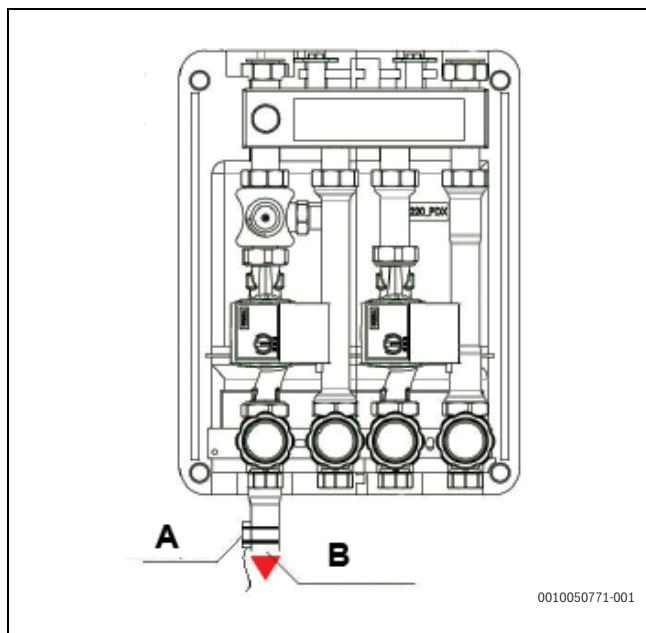

Fig. 415 Posicione a sonda de temperatura Tw2
Posicione a sonda de temperatura Tw2 (presente no kit) T1BX - T1B30X (fornecido separadamente), no tubo de admissão da zona de baixa temperatura (→ Fig. 415) utilizando braçadeiras de tubos.
Siga as instruções → Fig. 415
- ▶ Acoplamento dos insertos (2 ou 3 em função do modelo da T-Box), (→ Fig. 415).